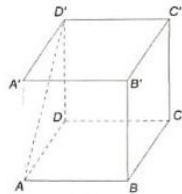

Figura 1
5. În Figura 1 este reprezentat un cub $ABCD A'B'C'D'$. Măsura unghiului determinat de dreptele AD' și BB' este egală cu ...°.